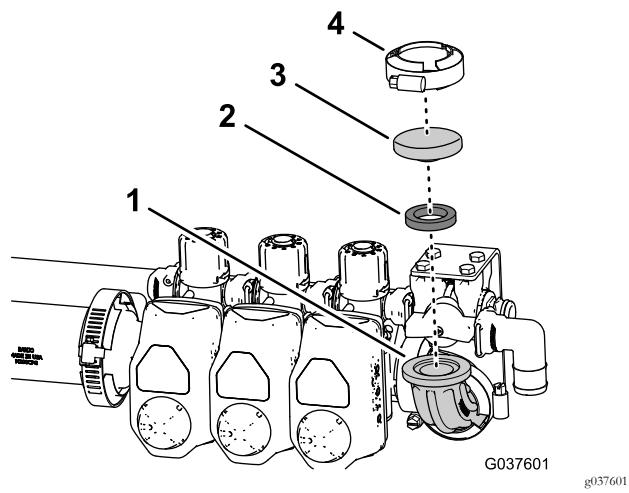

Figura 46
- Allineate la guarnizione - 25 x 35 mm (1 x 1-3/8 poll.) e il coperchio - 52 mm (2-1/16 poll.) alla flangia del gomito a 90° (Figura 46).
- Fissate la guarnizione e il coperchio al gomito con il morsetto flangiato . 40 - 64 mm (1-9/16 - 2-1/2 poll.) come illustrato nella Figura 46.